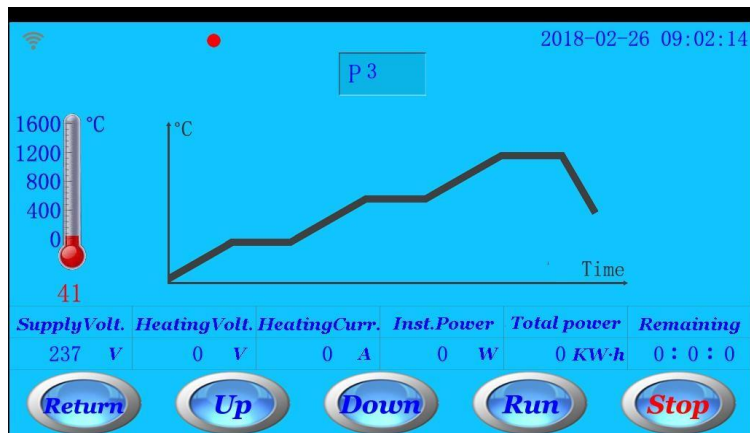

Рис. 6-7 Меню синтеризации
6.2.2 Введите все параметры и нажмите ок, чтобы сохранить их (См. рис 6-6), нажмите иконку Return (Возврат) для возврата в меню синтеризации. (См. рис. 6-7)